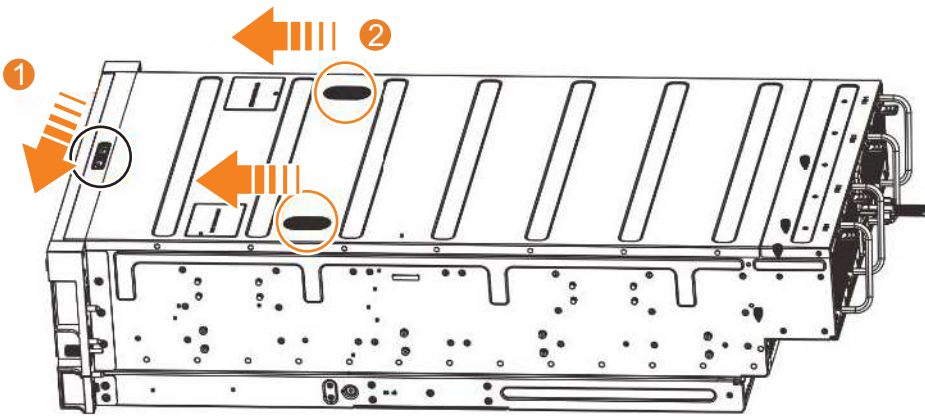

図 52. 2145-92F カバーの取り外し
2. 解放ラッチ ( **1** ) を、図 52 に示されている方向にスライドさせます。
3. 図 52 に示すように、カバーを拡張エンクロージャーの前面方向にスライドさせます ( **2** )。